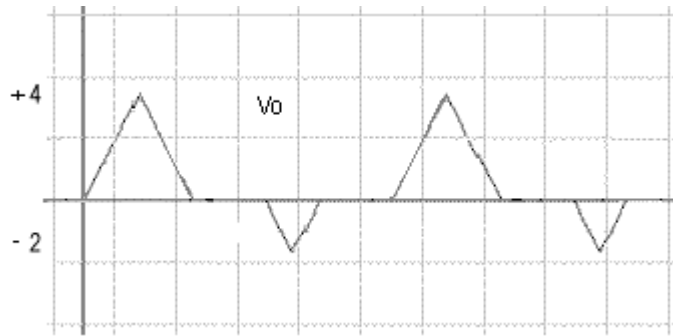

Figura 7.2.3
7.2.4 Utilice el simulador para formar un circuito que utilice dos diodos zener de 6 V y una resistencia de 1 Kohm de tal que, al aplicarle la señal de entrada V_i de la Figura 7.2.2 entregue una salida V_o como se muestra en la Figura 7.2.3.